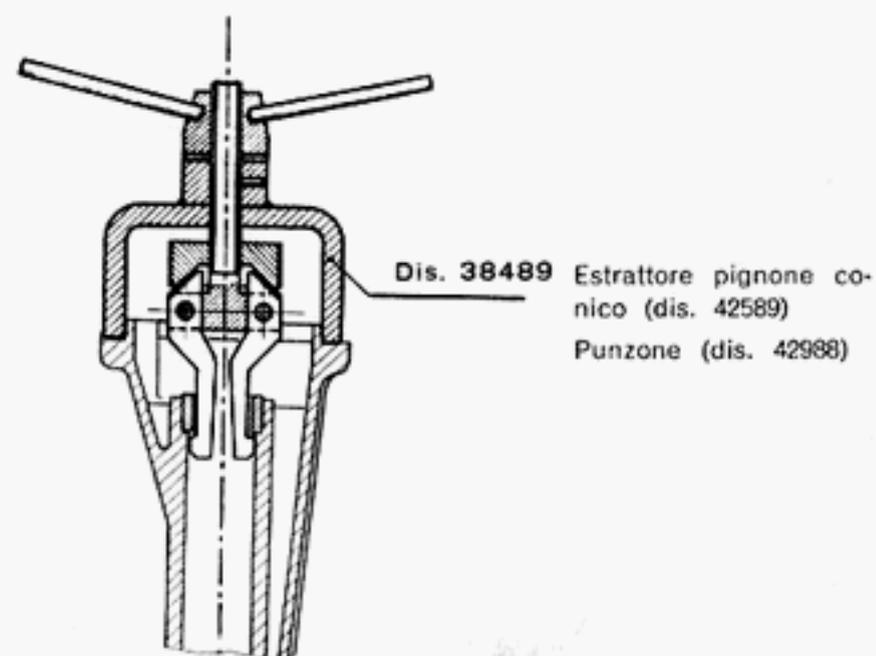

Fig. 44 - Estrazione bussola porta
**Dal carter trasmissione, lato attacco motore, estrarre mediante apposito attrezzo dis. 38489, la bussola porta rullini dell'albero primario (vedi fig. 44);** porre attenzione, prima di iniziare l'estrazione che l'appoggio dell'attrezzo sul carter sia ben eseguito e le griffe allargate al massimo.